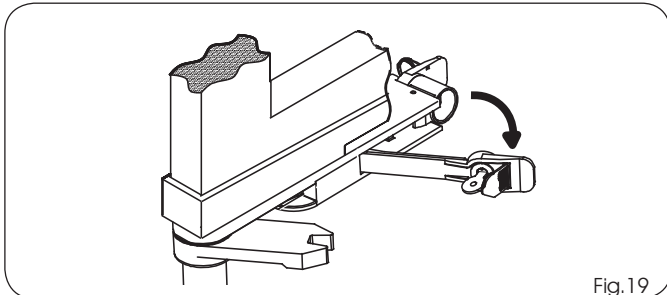

Fig.19
- 10) Dégager le déblocage mécanique (fig. 19) en faisant référence au paragraphe 7.2.